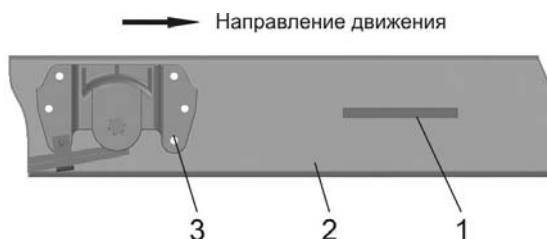

Рис. 1.2. 1 – место нанесения VIN автомобилей и автомобильных шасси с платформой; 2 – лонжерон рамы правый; 3 – передний кронштейн задней рессоры
1.2. Идентификационный номер ТС (VIN) на автомобилях и автомобильных шасси с платформой наносится на правом лонжероне рамы перед передним кронштейном задней рессоры (рис. 1.2, поз. 1)